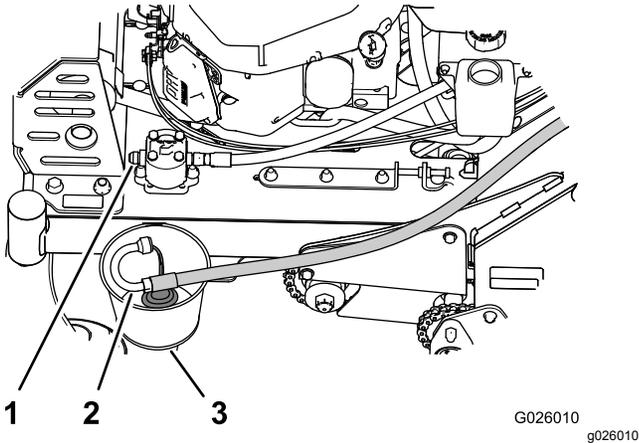

Figura 56
- En la parte delantera de la bomba hidráulica auxiliar, retire la manguera de entrada del acoplamiento hidráulico de la bomba, coloque el extremo de la manguera en un recipiente y deje drenar el fluido (Figura 56).